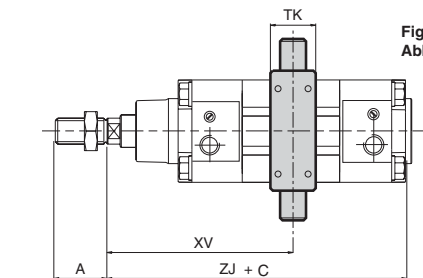

Fig. 2
- 2-Positioneer de zwenktap in de gewenste stand langs de cilinderbuis (zie min. en max. waarden voor een cilinder met of zonder magnetische eindschakelaar, volgens fig. 2 en de daarbij behorende tabel).